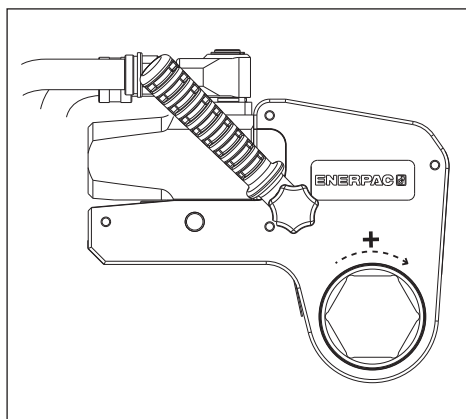

Fig. 9
4.3.1 Serrare un dado o un bullone (Fig. 9 e 10)
- Posizionare il braccio di reazione (18) a contatto con un punto di reazione (19) adatto. Il punto di reazione contrasterà la forza prodotta dall'attrezzo in funzione.